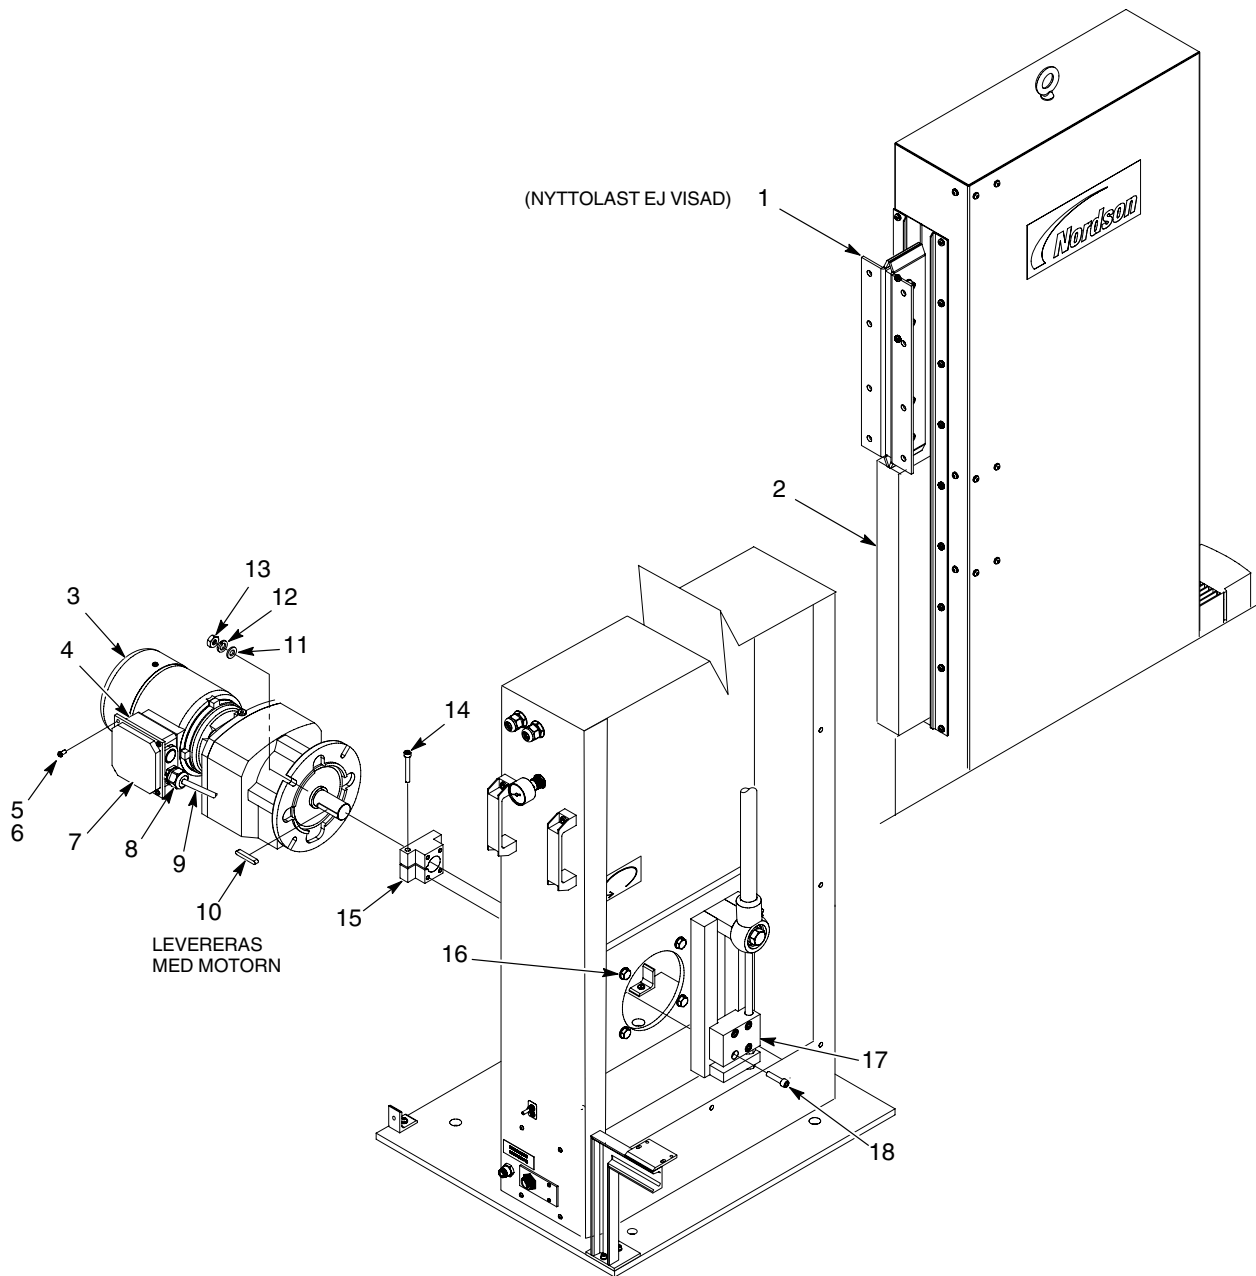

Bild 14 Byte av växellådsmotor
1. Se bild 14. Flytta pistolvagnen (1) till det övre vändläget. Använd ett block (2) så som visas, för att hålla pistolvagnen (1) i detta läge.
- a. Tag av skruvarna (5) och låsbrickorna (6) som fäster kåpan (7) på kopplingsboxen (4).
- c. Tag av förskruvningen (8) och spara den för användning tillsammans med den nya växellådsmotorn.
- d. Koppla loss kabeln i kopplingsboxen (4). Drag försiktigt ut kabeln (9) ur kopplingsboxen.
4. Tag av skruvarna (18) som fäster momentarmen (17) till axelkopplingen (15). Lyft av momentarmen och sväng den åt sidan.
5. Tag av muttrarna (13), låsbrickorna (12), och brickorna (11) som fäster växellådsmotorn (3) på fästena (16). Tag ut växellådsmotorn ur oscillatoren.
6. Lossa skruven (14) på axelkopplingen (15). Tag av axelkopplingen från växellådsmotorn (3).
**ANMÄRKNING:** Kontrollera längden på den nya och gamla axelkilen (10). Om den nya axelkilen är längre än den gamla, korta antingen av den, eller använd den gamla.